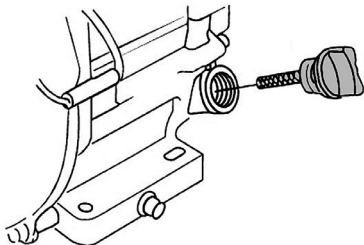

Рис. 11 Крышка-щуп маслосазливной горловины
Нельзя применять масло для двухтактных двигателей. Рекомендуется применять моторное масло для четырехтактного бензинового двигателя категории SL и выше по системе классификации API. Вязкость масла по классификации SAE выбирается в зависимости от температуры окружающего воздуха, при которой будет работать двигатель. При выборе вязкости масла пользуйтесь таблицей, показанной на Рис. 11.
2. Открутите крышку-щуп маслосазливной горловины и извлеките щуп (Рис. 11).
- Выкрутите крышку-щуп маслозаливной горловины и извлеките щуп (Рис. 11).